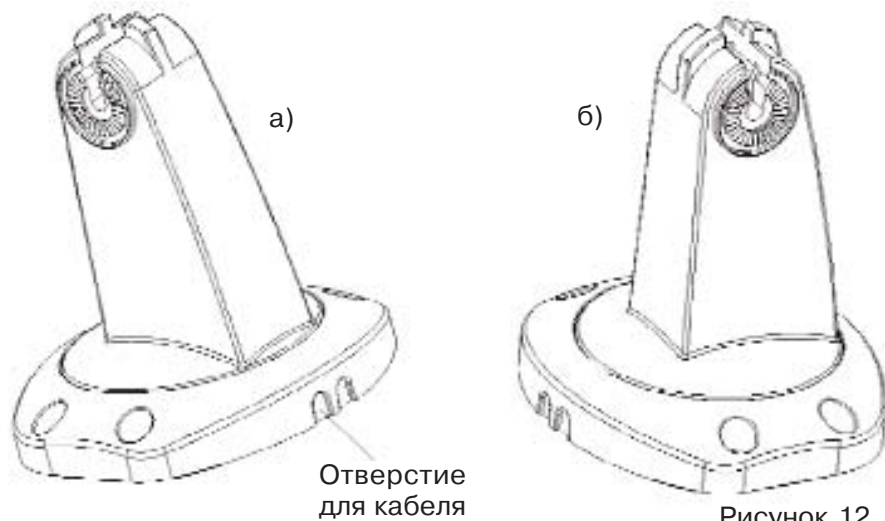

Рисунок 12
- При установке верхней пластины на держатель, обратите внимание на отверстия для кабеля. Они должны находиться сзади. Рисунок 12: а) - верно; б) - не верно;